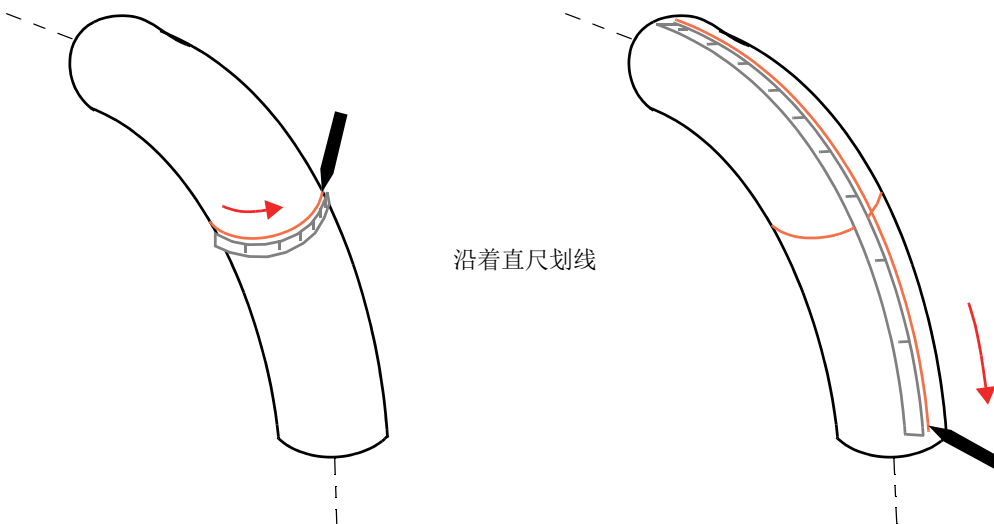

图 3-6 在弯头上划出零位线（左图）和扫查线（右图）
2. 确定零位（扫查线中点的位置），然后借助于缠绕在管道周向的磁性卷尺，划出垂直于工件纵轴的零位线（参见第28页的图 3-6的左图）。
3. 将磁性卷尺纵向放置，使直尺的一侧处于弯头或工件的最长拱背线上，然后划出平行于工件纵轴的第一条扫查线（参见第28页的图 3-6中的右图）。